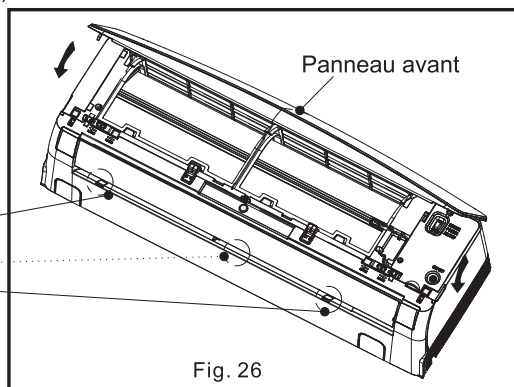

Fig. 26
12) Fermez le panneau avant comme illustré sur la Fig. 26.